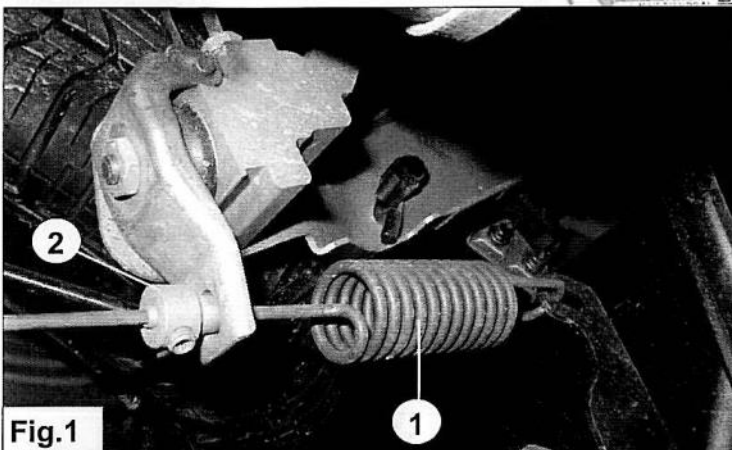

Fig.1
3. Plaats de rubbers **R** in de veerschotels. Het rubber met de kleinste binnen diameter moet in de bovenste veerschotel **A**. Zie Fig. 1.
3. Place rubbers **R** in the spring seats. The rubber with the smallest inside diameter has to be fitted in the upper spring seat **A**. See Fig. 1.
3. Montieren Sie die gummi Ringe **R** in den Federtellers. Die Ringe mit dem kleinste innen Durchmesser gehört in dem obere Federteller **A**. Siehe Fig. 1.
3. Placez les caoutchoucs **R** dans les coupelles. Le caoutchouc présentant le plus petit diamètre inférieur doit être placé dans la coupelle supérieure **A**. Voir fig. 1.
1. Demonteer de LAR veer 1. Zie Fig. 1.
1. Dismount the LSV spring 1. See Fig.1.
1. Démontez le CFA du ressort 1. Voir fig. 1.